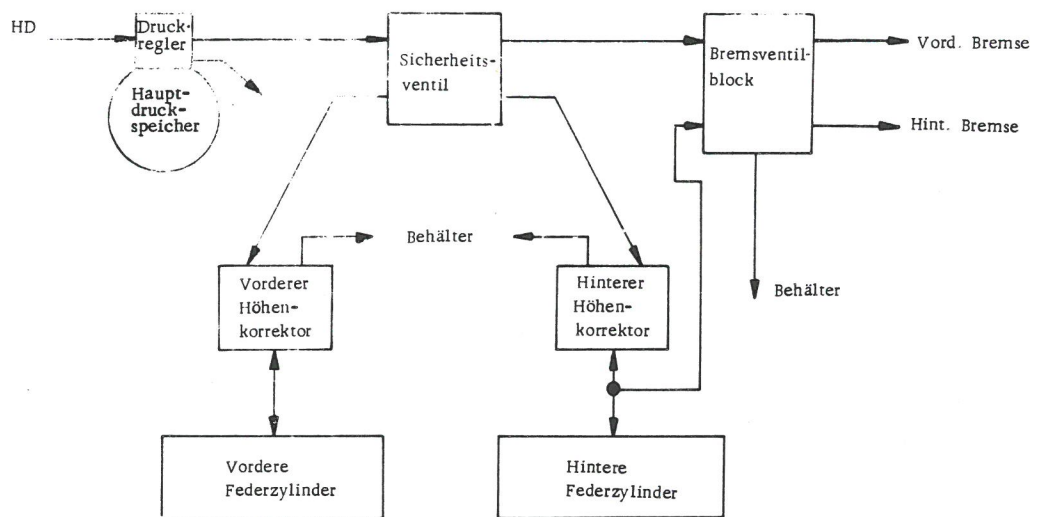

Fig. 26. Principskitse for bremsekredsløbet.
Som det vil ses af fig. 26 fødes forreste kredsløb fra trykkilden, medens bageste kredsløb fødes gennem bageste affjedringssystem.
- Oversættelse af tekst se fig. 26 og 27.